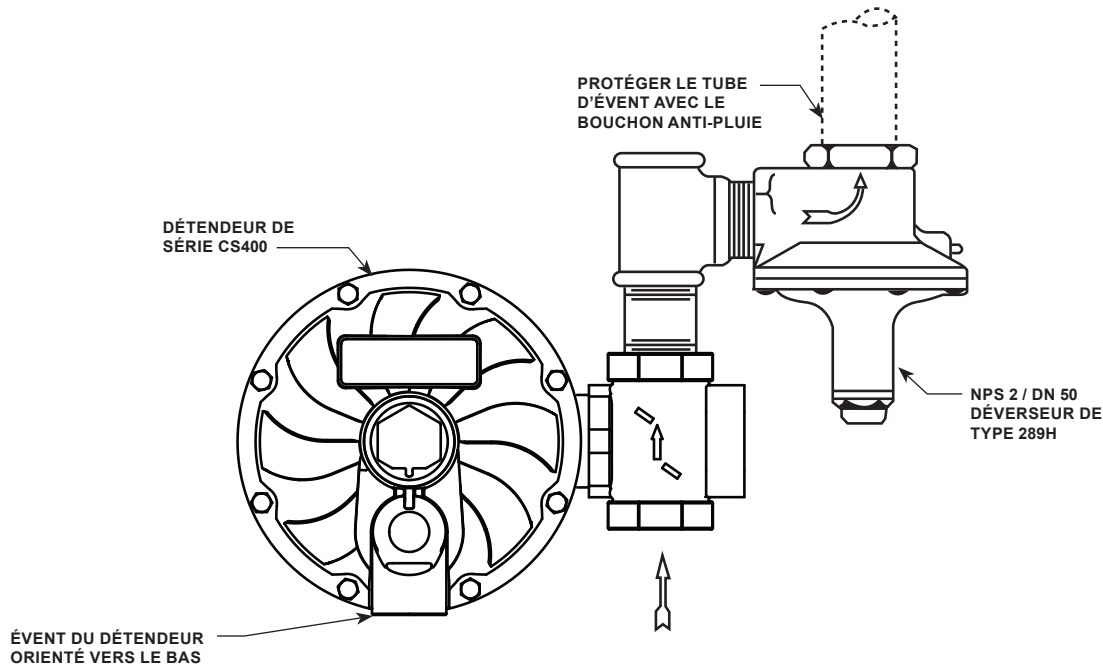

Figure 5. Détendeur de Série CS400 équipé d'un évent orienté vers le bas et d'un déverseur de Type 289H pour obtenir une haute capacité de décharge
Tous les événements doivent être dégagés pour permettre le rejet du gaz dans l'atmosphère. Protéger les ouvertures de la pluie, de la neige, des insectes ou de toute autre matière étrangère pouvant boucher l'évent ou la conduite d'évent. Sur des installations extérieures, orienter l'évent de la boîte à ressort vers le bas afin de permettre l'évacuation de la condensation (voir Figures 5 à 7).
- **Installer le détendeur avec l'évent orienté à la verticale vers le bas, voir les Figures 5 à 7.** Si ce n'est pas possible, le détendeur doit être installé sous un couvercle de protection distinct. L'installation du détendeur avec l'évent orienté vers le bas permet d'évacuer la condensation, de réduire l'entrée d'eau ou d'autres débris dans l'évent et de limiter l'obstruction de l'évent causée par des précipitations verglaçantes.
Si le détendeur est utilisé conjointement avec un déverseur de Type 289H, celui-ci doit être installé comme indiqué sur la figure 5. L'extrémité extérieure de la canalisation d'évent doit être protégée par un dispositif imperméable. La pression en aval du Type 289H doit être de 25 mbar / 10 po CE supérieure au réglage de la pression en aval du détendeur, une pression en aval allant jusqu'à 75 mbar / 30 po CE. Pour obtenir une pression supérieure, définir le réglage de pression aval du modèle de Type 289H 0,05 bar / 0.75 psi au-dessus de celui du détendeur.